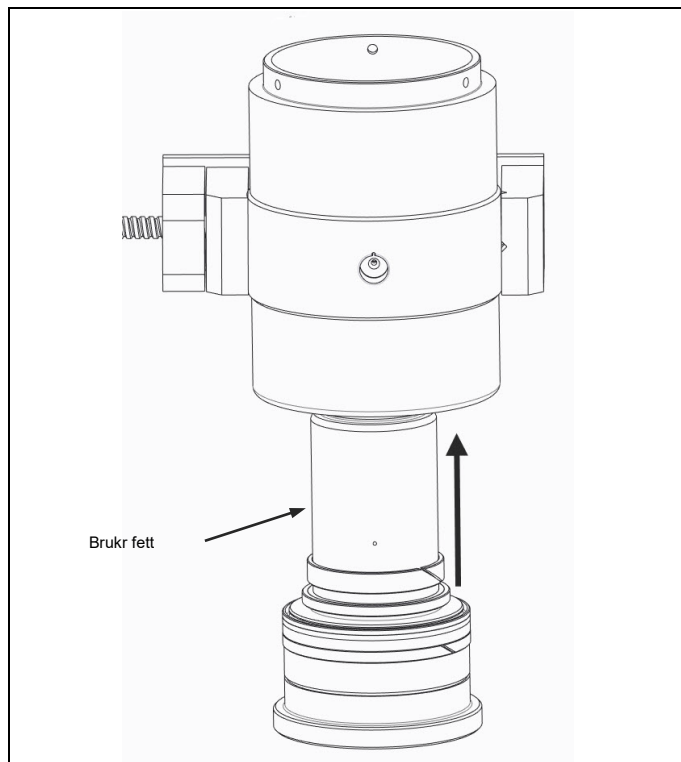

Fig. 4.7 Påfør fett og installer stempel
a) Når huset og innsatsenheter skyves inn i kroppen, må man passe på å ikke skade innvendige overflater. (Fig. 4.7)